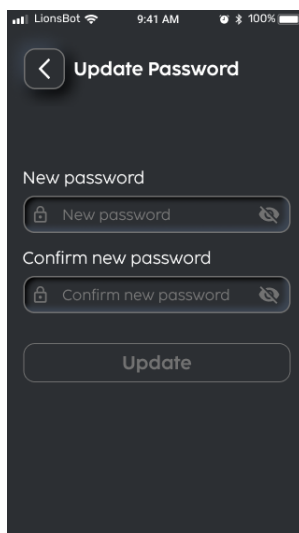
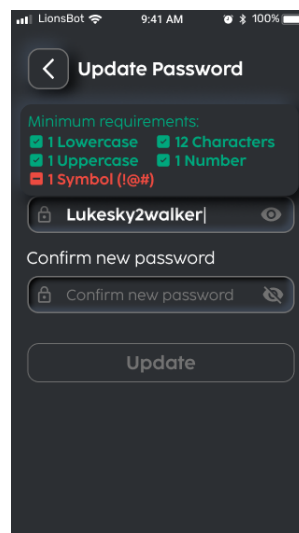

Fig. 5
Fig. 6
4. Saisissez un nouveau mot de passe (Fig. 5). Le nouveau mot de passe doit répondre aux exigences minimales pour pouvoir poursuivre (Fig. 6).